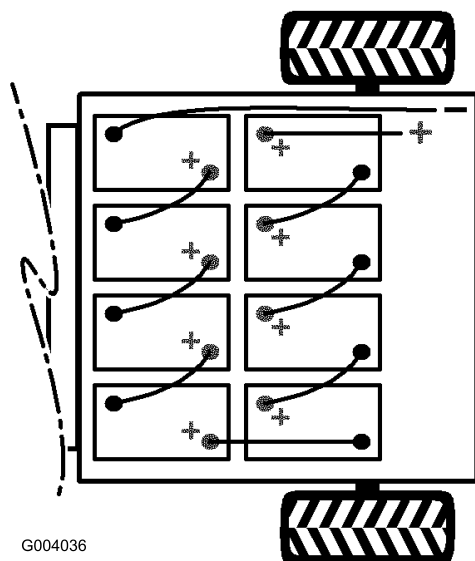

Figura 6
4. Montate le batterie come illustrato in Figura 6.
Nota: Prestate attenzione alla polarità delle batterie quando montate le batterie nuove (Figura 6).
6. Collegare tutte le batterie utilizzando i cavi a corredo con le parti sciolte, come illustra Figura 6. Verificate che i cavi non possano venire a contatto con spigoli aguzzi.
7. Serrate il bullone e fissate l'altra estremità del fermaglio con un nuovo bullone (5/16 x 3/4 pollice) e un dado flangiato (5/16 pollice) (Figura 6).
8. Collegare il cavo rosso, lungo, positivo principale tra la serie di batterie ed il veicolo (Figura 6).
9. Collegare il cavo nero, lungo, negativo principale tra la serie di batterie ed il veicolo (Figura 6).